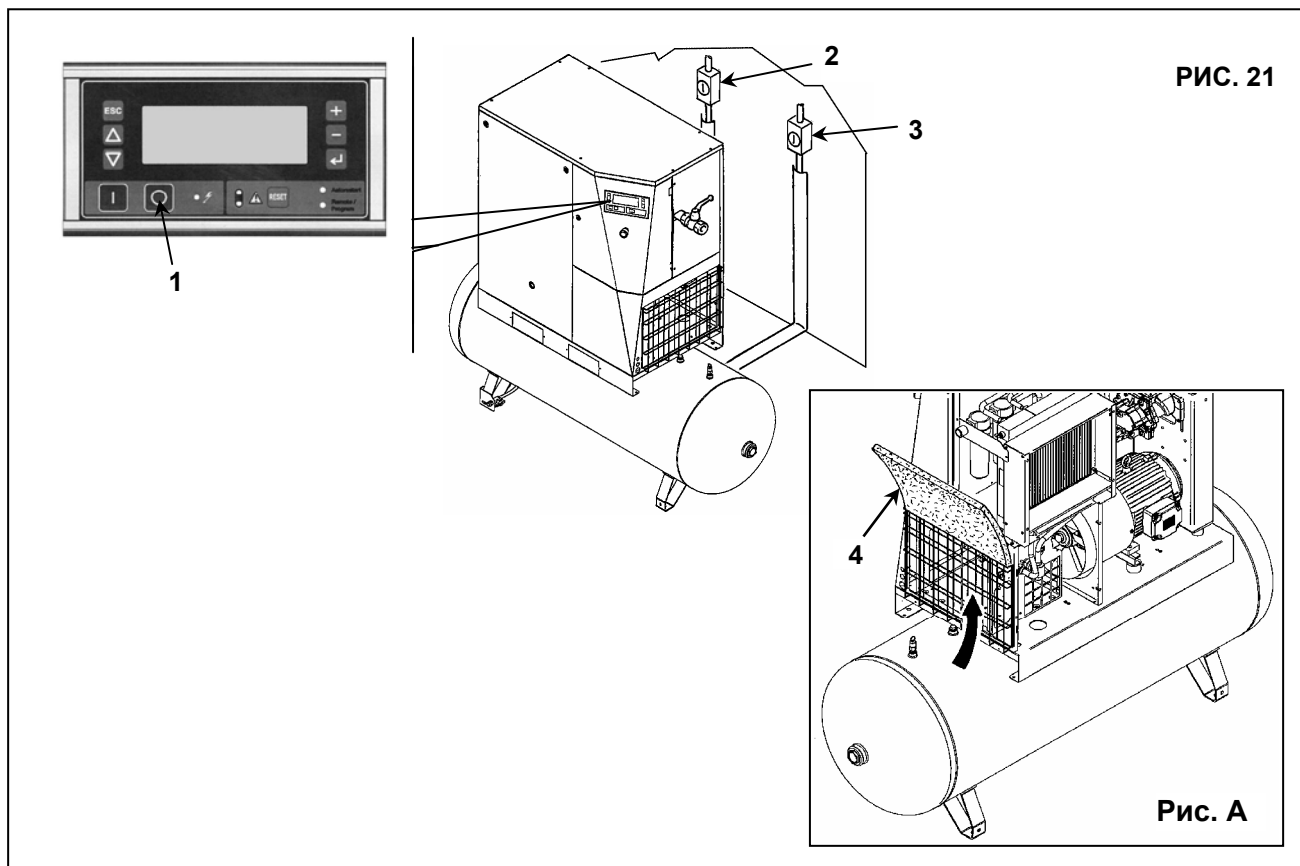

РИС. 21
- Выключите машину кнопкой (поз. 1, Рис. 21): при этом машина остановится через 45 секунд работы на холостом ходу.
- Включите автоматический дифференциальный переключатель питания, поз. 3 (на винтовом компрессоре) и поз. 2 (при наличии осушителя), Рис. 21.
- Снимите панель фильтра (поз. 4, Рис. 21)
- Установите панель фильтра (поз. 4, Рис. 21)